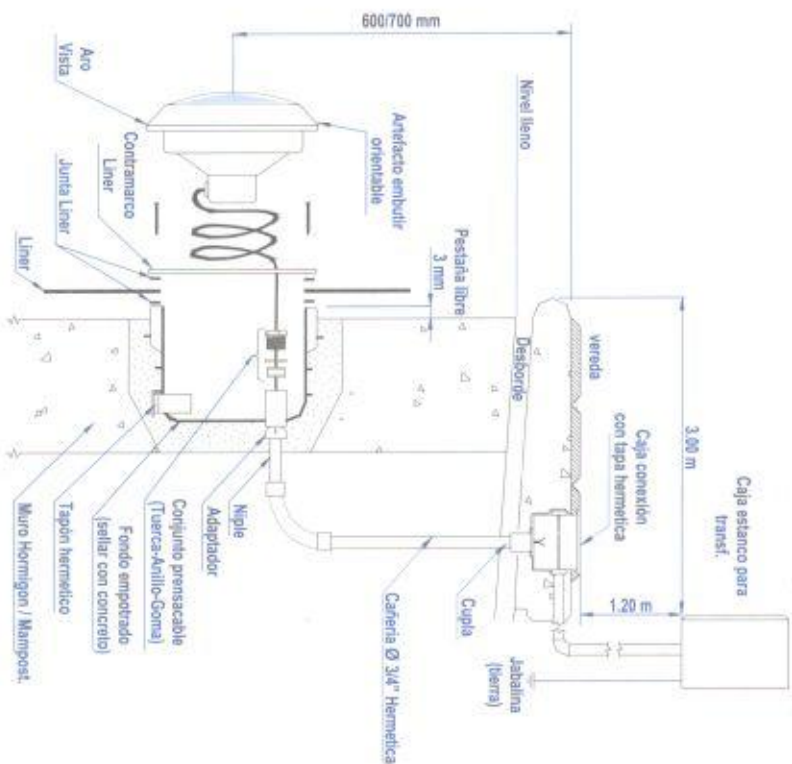
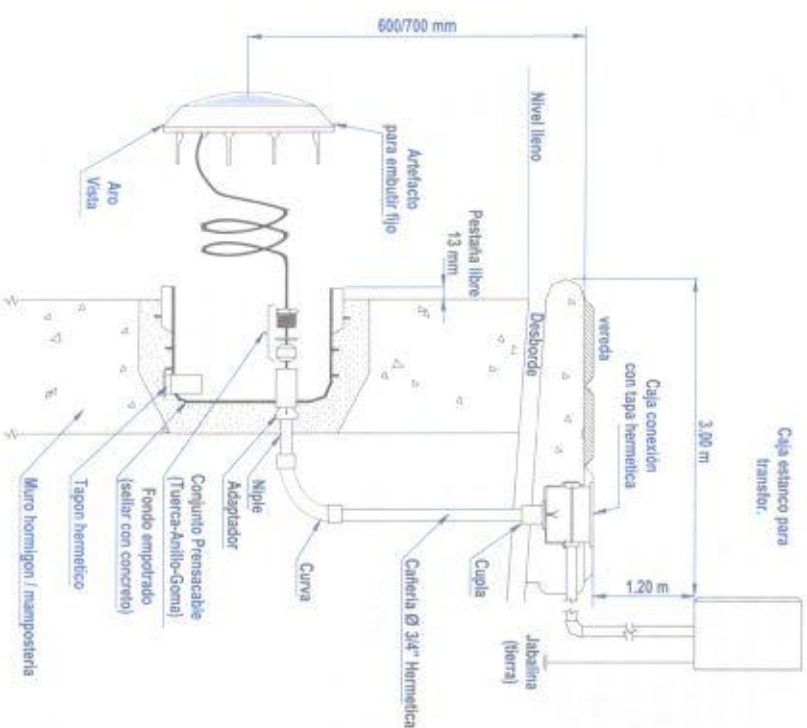

Fig. 1
Fig. 2
- El trabajo de instalación del artefacto se podrá realizar durante la ejecución de la obra colocando el fondo de embutir a 0.60/ 0.70m de profundidad desde el borde de la piscina y a una distancia aproximada de 3 m entre lámparas. El instalador podrá variar esta distancia según diseño y preferencia. Para pilatas ya construidas se realizará una cavidad algo mayor a su diámetro para facilitar el sellado hermético con concreto sobresaliendo una pestaña de 3mm (ver Fig. 1), y 13mm (ver Fig. 2).
- Para fijar sobre liner colocar una junta anterior y otra posterior al liner (ver Fig.1) previo recortar un orificio pequeño para sostener y alinear correctamente las juntas y tortillería, una vez firme el contramarco, se recortará el liner a ras del diámetro interior para la colocación del artefacto.